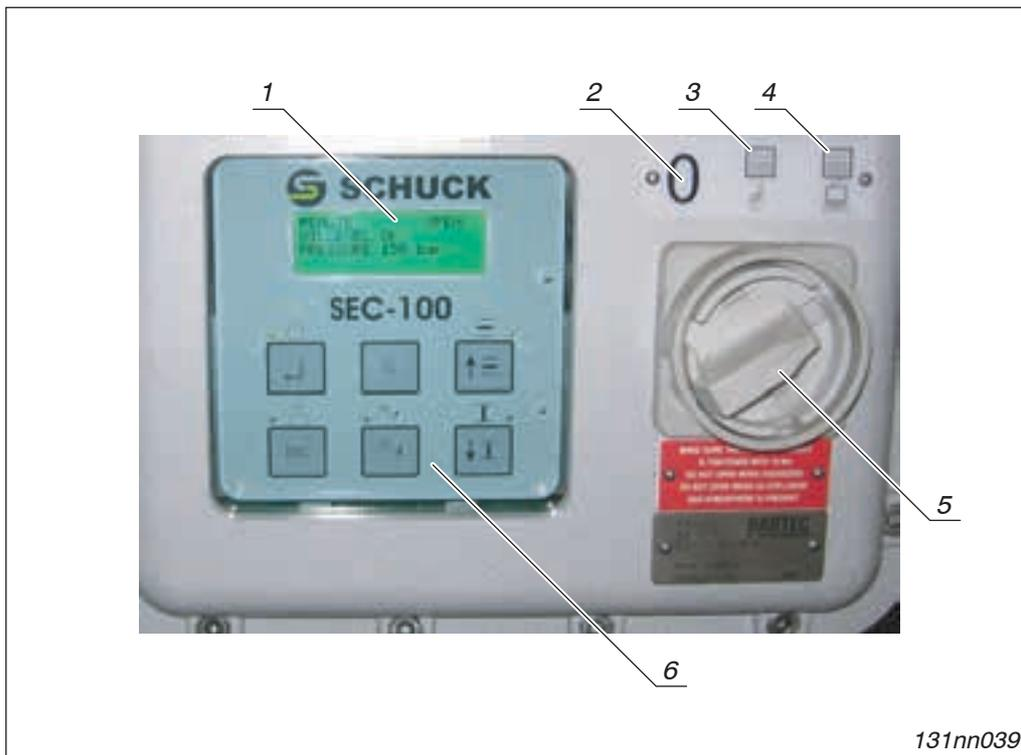

Fig. 3-12 Bedienfeld SEC 100
Im Display (→ Seite 3-22, Fig. 3-12, Pos. 1) werden Informationen zum aktuellen Betriebszustand des Systems angezeigt. Es gibt zwei Betriebsstellungen: "Lokal" (Pos. 3) und "Fern" (Pos. 4).
3. Hauptschalter der SEC-100 auf Position "Lokal" stellen (→ Seite 3-22, Fig. 3-12, Pos. 3).